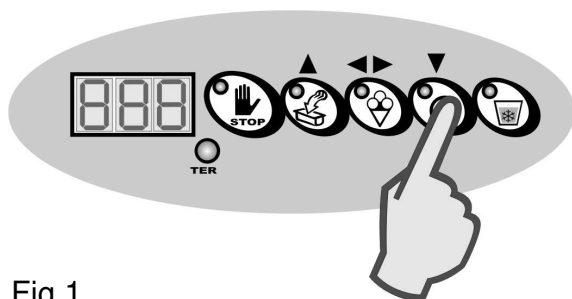

Fig.1
- Appuyer sur la touche CYCLE SEMI-AUTOMATIQUE A TEMPS pour sélectionner le cycle semi-automatique de congélation avec contrôle du temps (fig.1).